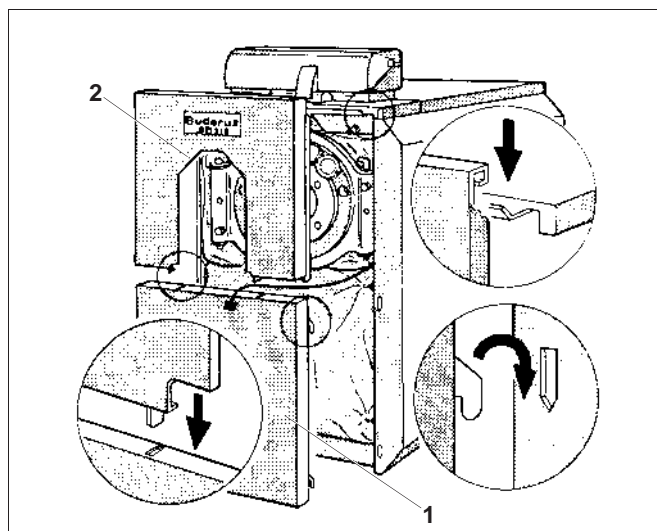

Рис. 25 Установка передней стенки SB315
- Вставьте 4 крюка нижней передней стенки (рис. 25, **поз. 1**) в шлицы отбортовки боковых стенок (рис. 25).
- Выступающие пластинки верхней передней стенки (рис. 25, **поз. 2**) вставьте в нижнюю отбортовку передней стенки и установите сверху в отбортовку передней крышки котла (рис. 25).